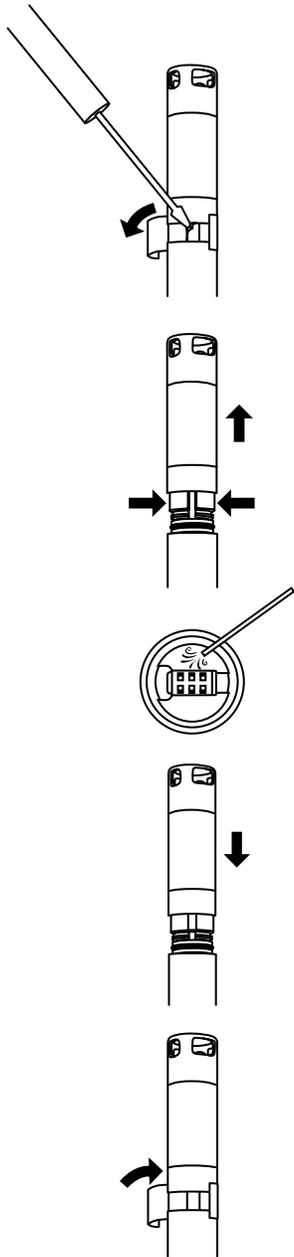

図81 センサーモジュールの交換
1. センサー本体とモジュールの接合部を覆っているラベルを剥がして廃棄します (図81)。